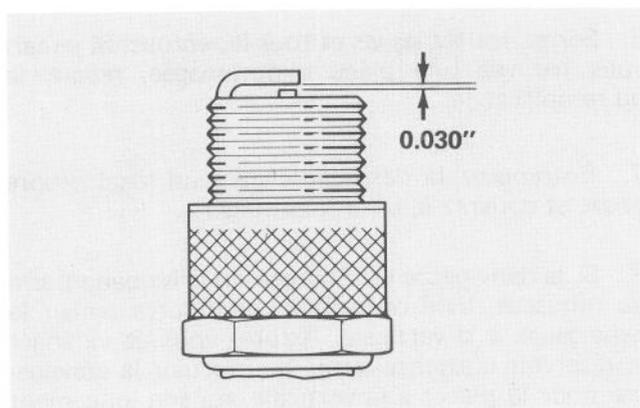

Figure 39
3. Réglez l'écartement des électrodes de la bougie neuve à 0.030 pouce (Fig. 39). Posez ensuite la bougie dans la culasse en la serrant à un couple de 15 lb/pi. Si vous ne disposez pas d'une clé dynamométrique, serrez fermement la bougie.